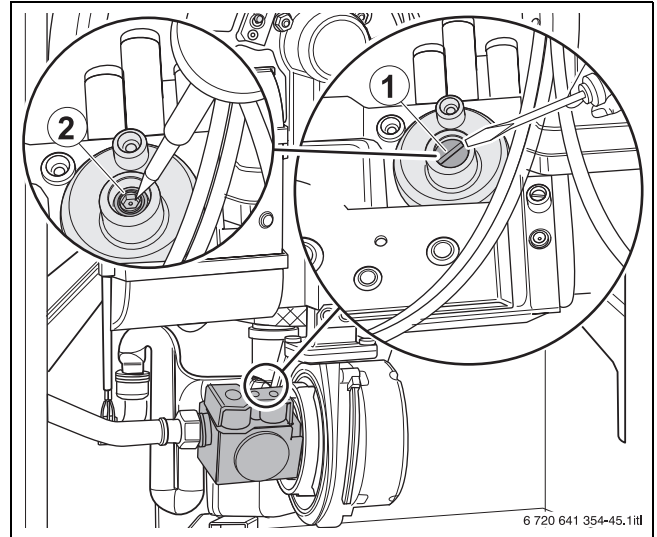

Bild 46 CO₂-Einstellung bei Teillast prüfen
- Abdeckschraube der Teillast-Einstellschraube entfernen (→ Bild 46, [1]).
- Bei CO₂-Werten unter 9,0 % oder mehr als 9,6 % die Einstellung an der Kleinlast-Einstellschraube auf 9,3 % korrigieren (→ Bild 46, [2]).
- Bei CO₂-Werten unter 9,8 % oder über 10,8 %, die Einstellung an der Kleinlast-Einstellschraube korrigieren (→ Bild 46, [2], Tabelle 13).